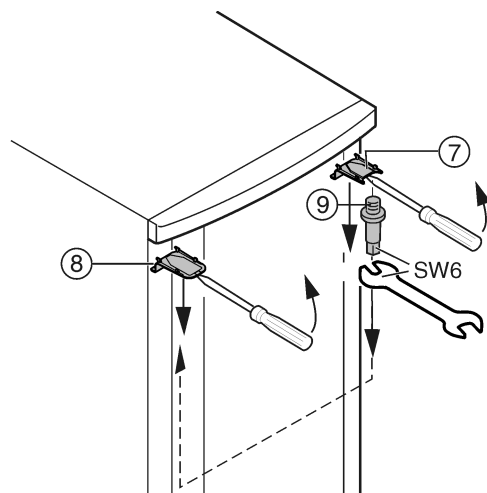

Fig. 6
- Liberare la copertura Fig. 6 (7) in alto e la copertura con un cacciavite anteriormente e rimuovere inclinando verso il basso.
- Svitare il perno di supporto Fig. 6 (9) e avvitare fermamente sul lato opposto **a 4 Nm**.
- Montare di nuovo la copertura Fig. 6 (7) sul lato del perno di supporto: inserire dietro, inserire a scatto sul lato anteriore.
- Montare la copertura Fig. 6 (8) sul lato opposto: inserire dietro, inserire a scatto sul lato anteriore.
- Agganciare la porta in alto nei perni di supporto Fig. 6 (9).